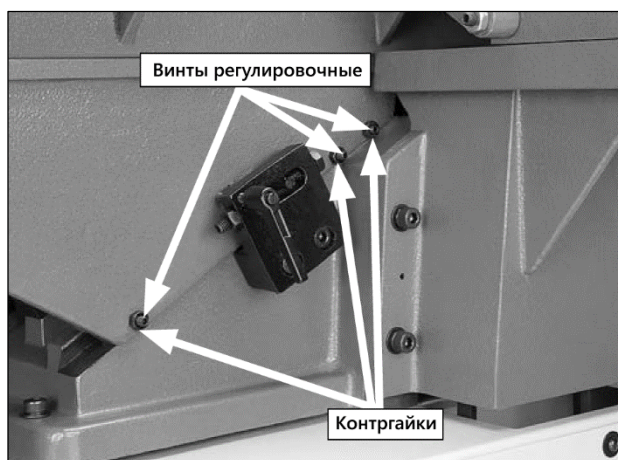

Рисунок 55.
- При помощи гаечного ключа 10 мм, ослабьте три контргайки клина стола подачи на задней части фуговального станка (рис. 55).